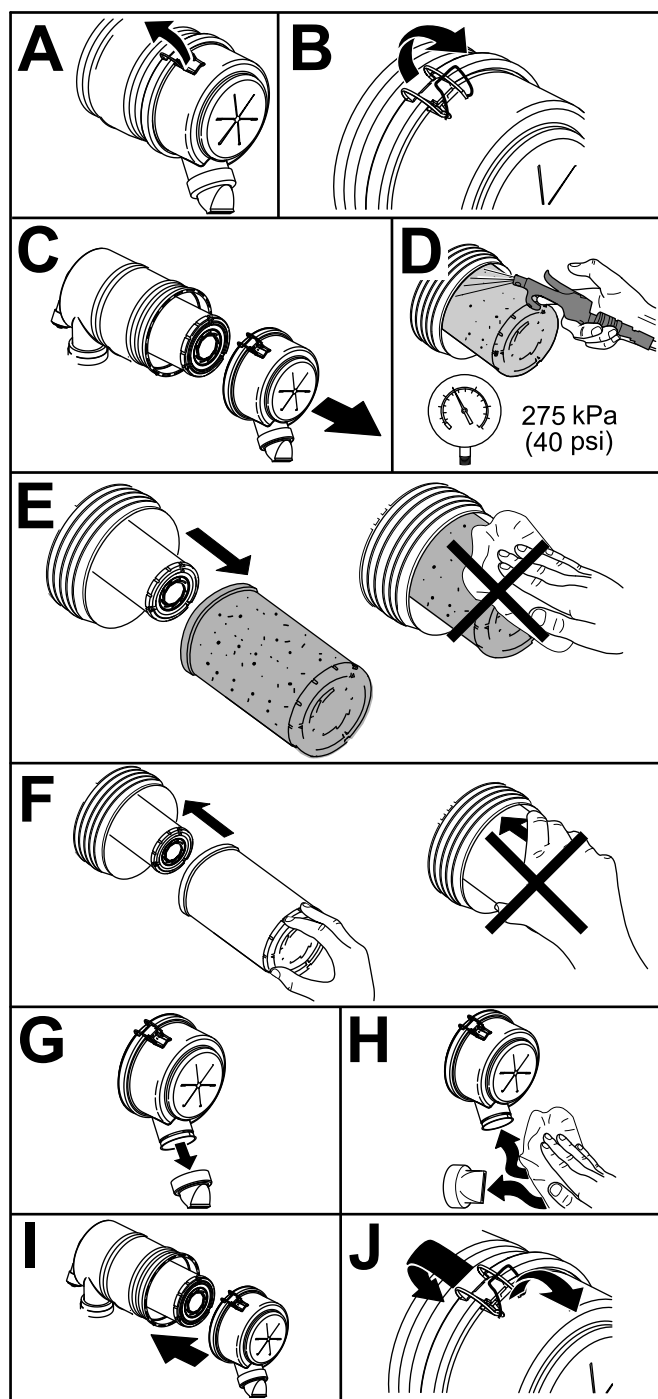

Рисунок 56
1. Замените элемент воздушного фильтра (Рисунок 56).